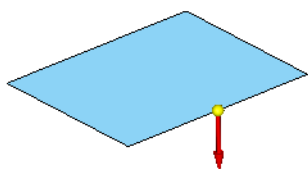
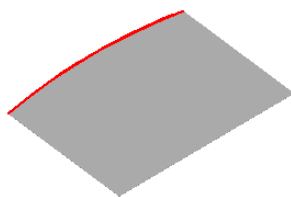

图 6.9.4 定义材料方向
图 6.9.5 法向除料特征 1
(3) 定义材料厚度及方向。在命令条中单击“厚度步骤”按钮  定义材料厚度，在 **厚度:** 文本框中输入值 0.5，并将材料加厚方向调整至图 6.9.4 所示的位置后单击。
(4) 单击命令条中的 **完成** 按钮，完成特征的创建。
Step3. 创建图 6.9.5 所示的法向除料特征 1。